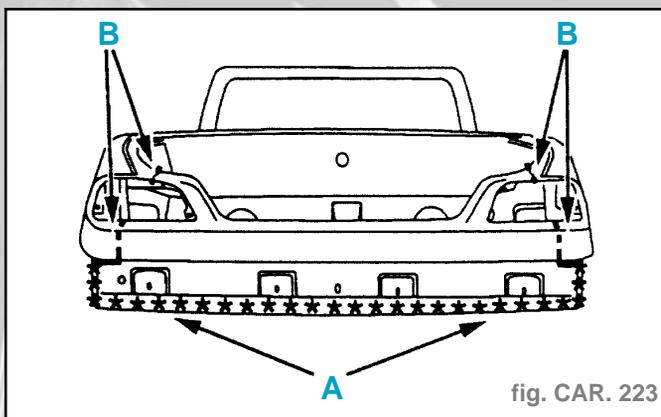

fig. CAR. 223
- Découper par fraisage des points (suivant A) (fig. CAR. 223).